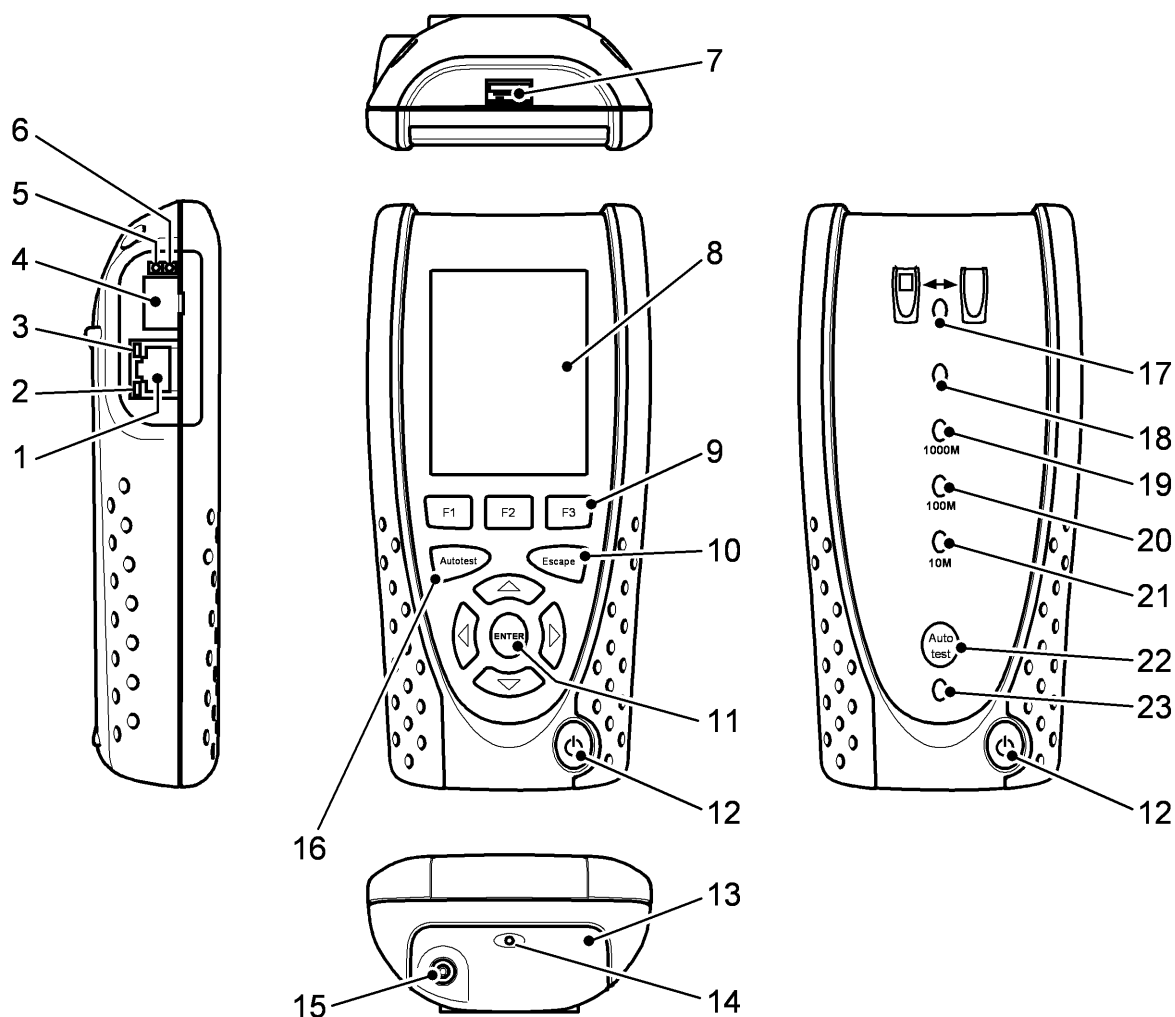

Fig 4
¹ Fig 4 itens 4, 5 e 6 - apenas SignalTEK II FO.
² Fig 4 item 13 mostra módulo de energia opcional.